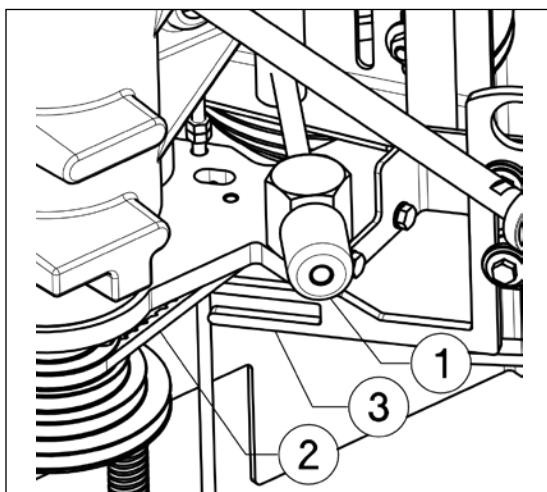
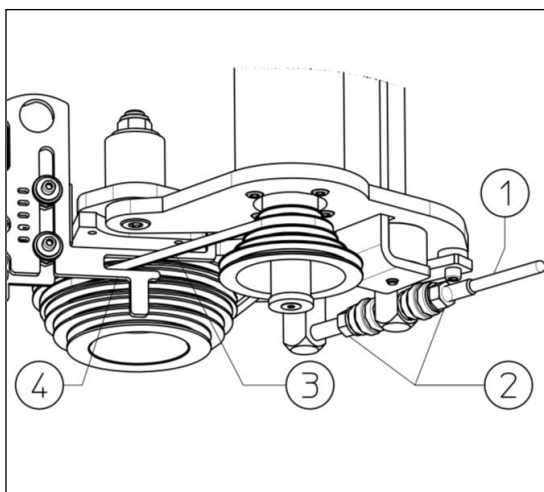

Fig. 29
Fig. 30
Bij de T110i freesmachines lost men de aandrijfriem door de hendel (fig.30,1) weg te duwen en zodanig de riem te ontspannen. Bij de T120 freesmachines lost men de aandrijfriem door aan de draaiknop (fig.29,1) te draaien en zodanig de riem te ontspannen.
De riem kan nu indien nodig vervangen en/of verlegd worden. Het juiste toerental kiezen door de riem (fig.29,2/fig.30,3) in de desbetreffende groeven te plaatsen (zie sticker in machine). Daarna de vork (fig.29,3/fig.30,4) op de juiste positie zetten en nazien dat de positie overeen komt met de indicatie van het toerental in de deur, de riem moet door deze vork lopen zonder te slepen.
Bij de T110i freesmachines de hendel (fig.30,1) terug in de uitgangspositie trekken om de juiste spanning te bekomen. Bij de T120 freesmachines aan de draaiknop (fig.29,1) draaien om de juiste spanning te bekomen.
Als men na een tijdje met de machine te hebben gewerkt, en na het proefdraaien met de riem een vermindering van de spanning bemerkt, dan moet men bij de T110i freesmachines de 2 moeren (fig.30,2) bijstellen om een normale spanning van de riem te bekomen. Bij de T120 freesmachine spant men de riem meer aan door aan de draaiknop (fig.29,1) te draaien.
2. Bovendien is er een eindeloopschakelaar op de vork (fig.29) die de maximale snelheid van 3000 T/min bij het pennenslaan controleert.
In het geval geen bescherming (topkap en bogenfrees) op de tafel staat, dus voor het pennenslaan, is het absoluut noodzakelijk de riem in de gleuf te plaatsen die overeenstemt met de snelheid van 3000 T/min, en de hendel (fig.29,2) op "3000 T/min" te plaatsen om de machine op te kunnen starten. Als de topkap- of de bogenfreesbescherming op de tafel zijn gemonteerd, heeft men de keuze tussen 5 snelheden.